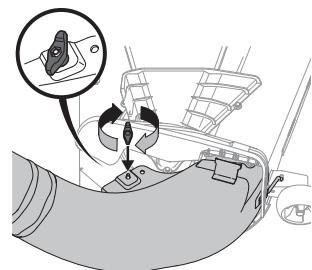

Figure 23
- Fixez la goulotte au plateau de coupe avec l'écrou papillon du sachet de quincaillerie (689-02019). Voir Figure 23.